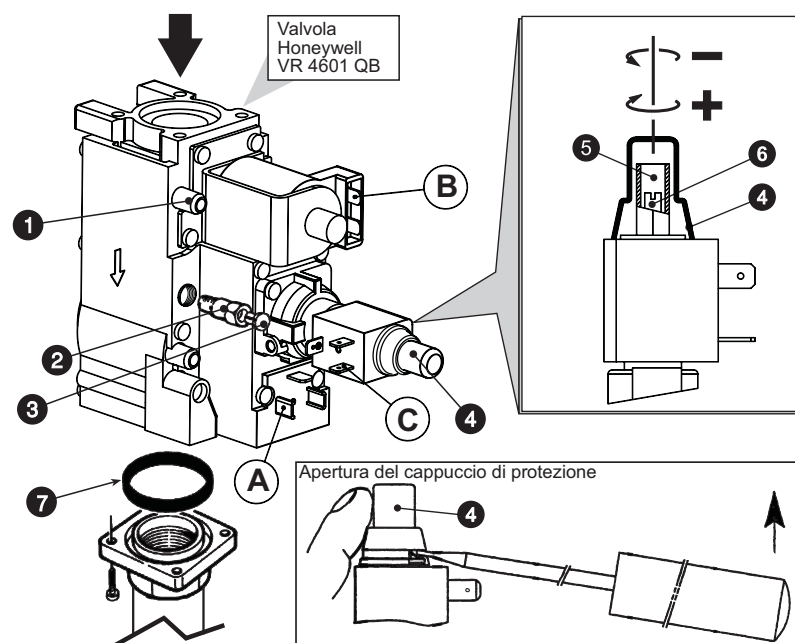

fig. 8 -
Los ajustes de la presión se efectúan con la caldera en marcha, mediante el regulador de presión situado en las válvulas de gas de dos etapas (fig. 8).
3. Quite la tapa de protección del regulador de presión (4, fig. 8).
1. Gire el termostato de regulación lentamente en sentido horario hasta el primer clic; de este modo la válvula del gas se alimenta solamente en las conexiones A y B (fig. 8).
2. Gire el tornillo 6 de la fig. 8 controlando que la presión tenga el valor indicado en la tabla de datos técnicos del apartado 4.3.
1. Gire el termostato de regulación al valor máximo; de este modo la válvula del gas se alimenta en las conexiones A, B y C (fig. 8).
2. Gire el tornillo 5 de la fig. 8 controlando que la presión tenga el valor indicado en la tabla de datos técnicos del apartado 4.3.
2. Quite de la válvula del gas el pequeño tapón 3 (fig. 8), enrosque en la válvula el regulador Step de encendido 2, incluido en el kit de conversión, y coloque el tapón 3 en el regulador.
Efectúe las operaciones descritas anteriormente, prestando atención a quitar el regulador Step de encendido (2, fig. 8) de la válvula del gas. El tapón (3, fig. 8) se monta directamente en la válvula.